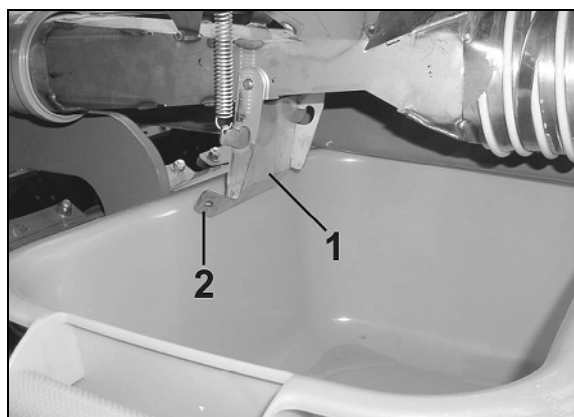

Рис. 99
8. Откройте клапан загрузочной воронки (Рис. 99/1).
Опасность защемления при открытии и закрытии клапана загрузочной воронки (Рис. 99/1)! Беритесь только за накладку (Рис. 99/2) пружинного клапана загрузочной воронки, иначе имеется опасность травмирования при захлопывании клапана (Рис. 99/1). Никогда не проникайте руками в зону между клапаном загрузочной воронки (Рис. 99/1) и загрузочной воронкой!
10. Закройте клапан загрузочной воронки (Рис. 99/1) с особой осторожностью (опасность защемления!).
12. Откройте клапан загрузочной воронки (Рис. 99/1).